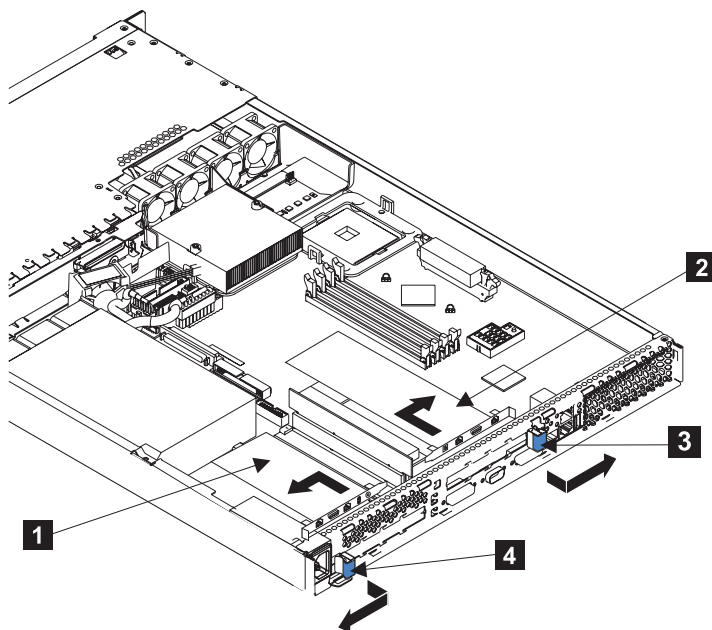

図 145. アダプターを取り外す前の SAN ボリューム・コントローラー 2145-4F2
5. 取り外すアダプターについて、拡張スロット・クリップ (178 ページの図 145 の **3** または **4**) の側面を一緒に押してクリップをアンロックしてから、拡張スロット・クリップをアダプターから離す方向に回転させます。拡張スロット・クリップは、SAN ボリューム・コントローラー 2145-4F2 に緩めに接続していません。